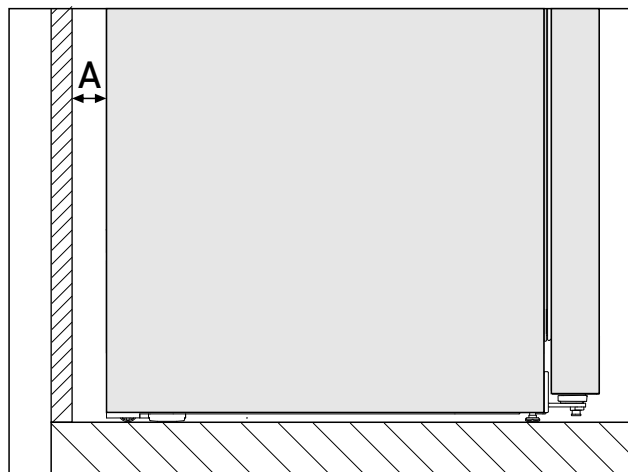

Fig. 3 \*
Spotřeba energie byla zjištěna s ohledem na vzdálenost od stěny Fig. 3 (A) mezi zadní stranou spotřebiče a stěnou. Pokud je vzdálenost od stěny menší než Fig. 3 (A), nemá to žádný vliv na funkčnost spotřebiče. Při menší vzdálenosti od stěny se může spotřeba energie mírně zvýšit a na zadní stěně spotřebiče může docházet ke kondenzaci.\*